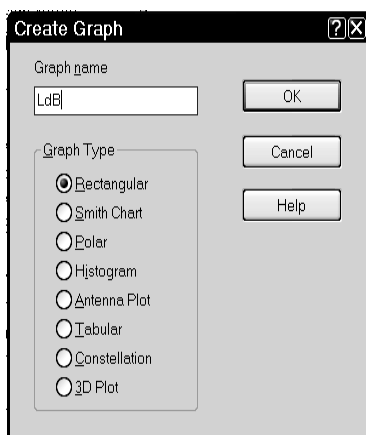

Рис. 1.9
1. Выберите в меню команду **Project>Add Graph** или щёлкните по значку **New Graph** на панели инструментов. В открывшемся окне **Create Graph** (рис. 1.9) в поле **Graph name** введите имя графика, например, **LdB**. В области **Graph Type** отметьте **Rectangular** (Прямоугольный). Нажмите **OK**. На рабочем поле откроется окно графика, а в левом окне в группе **Graphs** появится значок созданного графика с именем **LdB**.